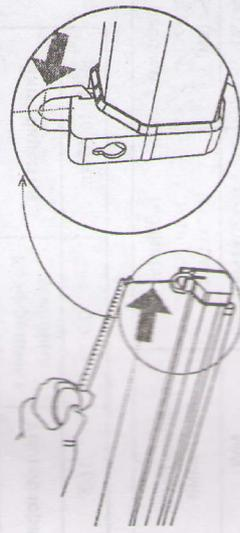
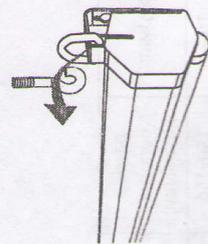

Рис. 4
Рис. 5
- крепление на потолок: измерьте расстояние между петлями на корпусе, как показано на рис. 4. Прикрутите на этом расстоянии крючки к потолку и повесьте экран, как показано на рис. 5.